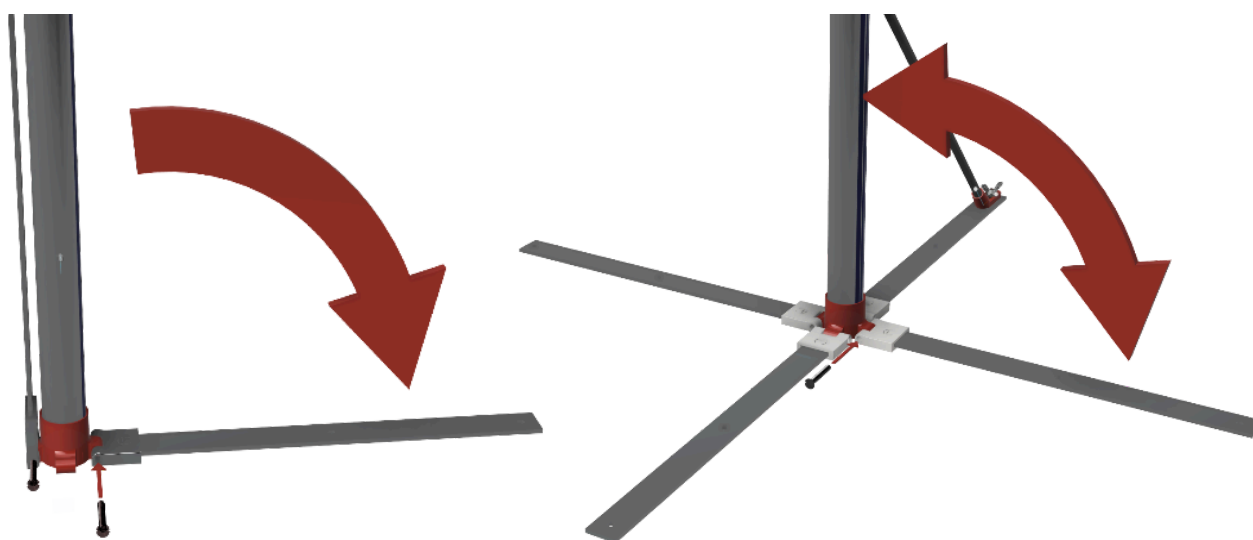

FIGURA 1. CONJUNTO BASE ARTICULADA Y TORRE INFERIOR CERRADA (IZQUIERDA) Y ABIERTA (DERECHA).
- Luego encastrar las planchuelas de la base (P8) en la bisagra de la Base Torre y asegurarla con los tornillos de 1/4" x 40mm (T1), verificando que la traba circular quede hacia arriba en las aletas (P3) (Figura 1).